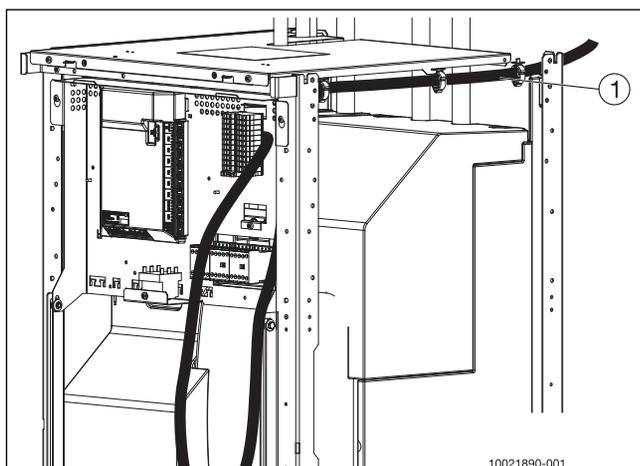

Fig. 16
- ▶ Raccorder le câble selon le schéma de connexion (fig. 16).